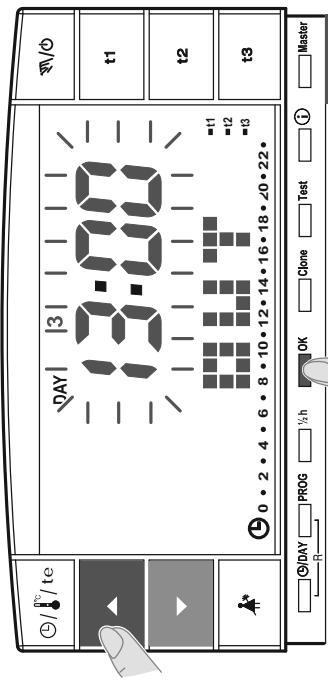

fig. 53
- Con i tasti **▲▼** impostare l'ora in cui si intende attivare il programma Holiday (lasciare l'abitazione); confermare premendo il tasto **OK** (fig. 53).